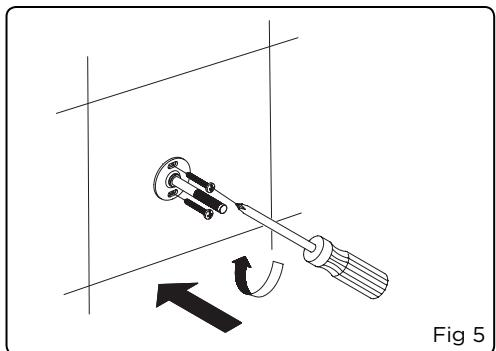

Fig 5
5. Secure post with mounting screws provided (Fig 5).
5. Fixer le poteau à l'aide des vis fournies (fig. 5).
- Atornille el montante con los tornillos que se incluyen (fig. 5).